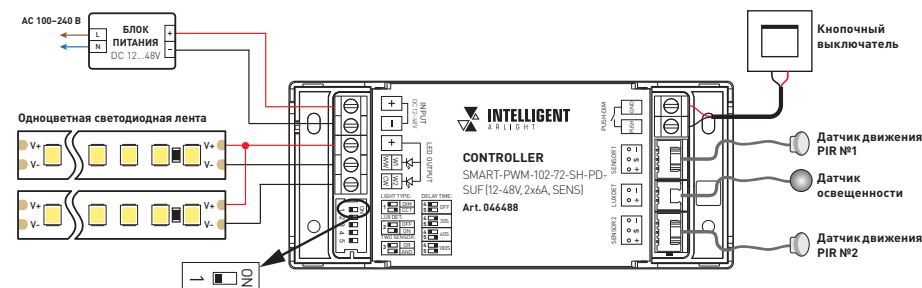

Рис. 1. Схема подключения лестничного контроллера SMART-PWM с монохромной лентой DIM
- Подключите контроллер, соблюдая порядок подключения проводов (рис. 1).